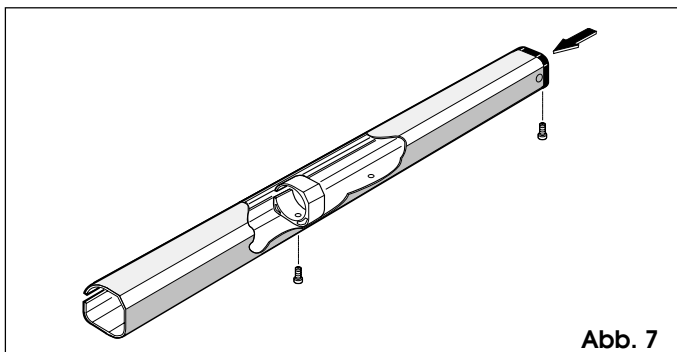
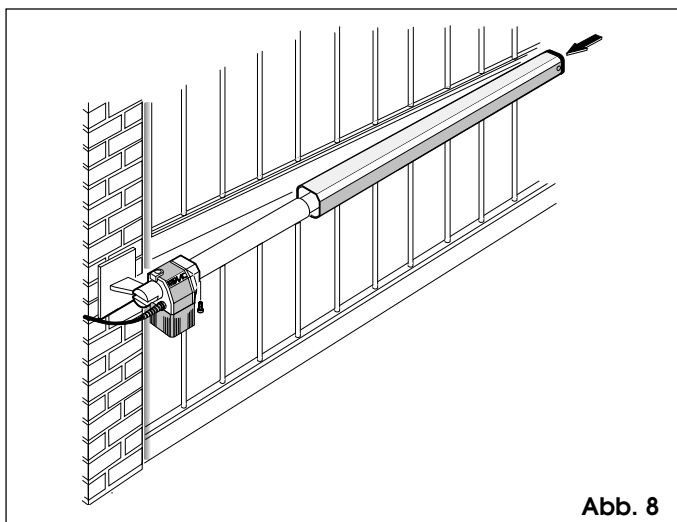

Abb. 7
Abb. 8
- (1) Sämtliche Fixierbolzen der Anschlüsse einfetten
- (2) Ist eine Verschweißung unmöglich, können die Fixierplatten von vorderem und hinteren Anschluß angeschraubt werden.
- 12) Schutzgehäuse (Abb. 7) vorbereiten und gemäß Abb. 8 am Antrieb anbringen.
**Hinweis:** Führungsring des Gehäuses in der am weitesten vom Verschlußdeckel (Abb. 7) entfernten Bohrung fixieren.